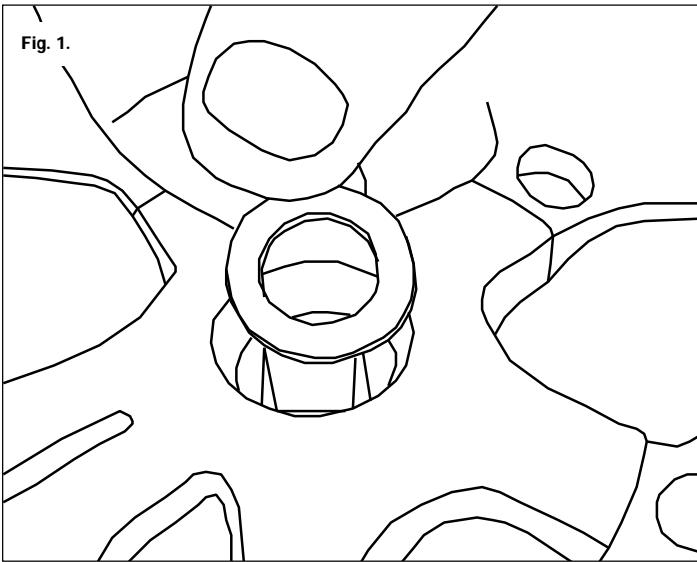

Fig. 1.
6. Thread the Crank-o-matic bolts with the washers into the crank arms finger tight. (fig. 1,2&3)
6. Vissez les boulons Crank-o-Matic et leurs rondelles dans les bras de pédale et vissez à la main. (fig. 1,2&3)
6. Drehen Sie die Crank-o-Matic Bolzen mit den Unterlegscheiben in die Kurbelarme, ohne sie festzu ziehen (fig. 1,2 & 3).
6. Stringere forte con le dita i bulloni Crank-o-Matic con le rondelle nelle pedivelle. (fig. 1,2,3)
6. Enrosque los tornillos del extractor Crank-o-matics con las arandelas en los brazos de las bielas ajustando con los dedos (fig. 1, 2 y 3).
7. Aplique 1-2 gotas de Locktite(MR) 242 (azul) a las rosas de los casquitos.